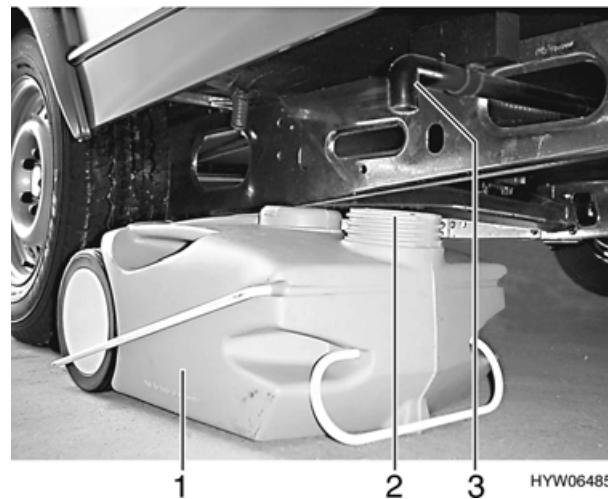

Bild 13 Abwassertank, fahrbar
Der Abwassertank (Bild 13,1) wird während der Fahrt im Gaskasten des Caravans aufbewahrt. Das Ablaufrohr (Bild 13,3) befindet sich am Fahrzeugboden in Fahrtrichtung links.
- Vor Benutzen der Wasseranlage Öffnung des Abwassertanks (Bild 13,2) unter das Ablauftrohr legen.